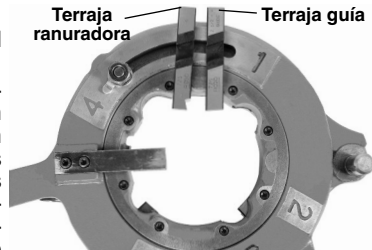

Figura 2 – Colocación de las terrajas
3. Levante la lengüeta de la arandela fuera de la ranura y abra el cabezal de terrajas, moviendo la tuerca de ajuste de la placa de levas en dirección hacia el tamaño máximo de tubo indicado en la placa de levas (Figura 2).
muesca orientado hacia arriba, hasta que la línea indicadora en la terraja esté al ras con el borde del cabezal de terrajas (Figura 2).
5. Introduzca la terraja ranuradora (marcada "4") en la ranura marcada 4 en el cabezal. Las terrajas guía no están marcadas y se colocan en las ranuras 1, 2 y 3 del cabezal. Introduzca el borde numerado que tiene la muesca orientado hacia arriba, hasta que la línea indicadora en la terraja esté al ras con el borde del cabezal de terrajas (Figura 2).